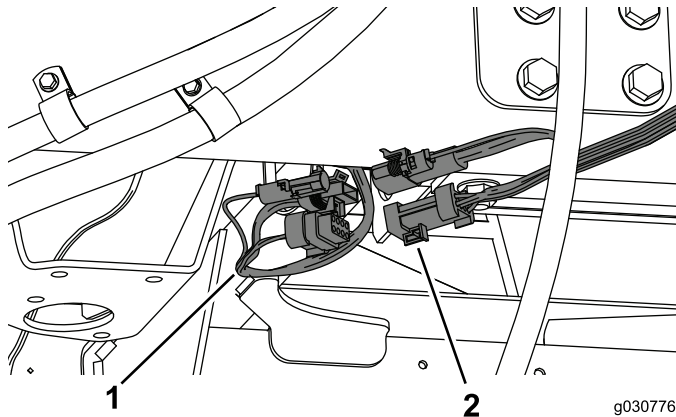

Figura 47
1. Conecte el arnés de cables de la cabina al arnés de cables del lado derecho de la máquina (Figura 47).